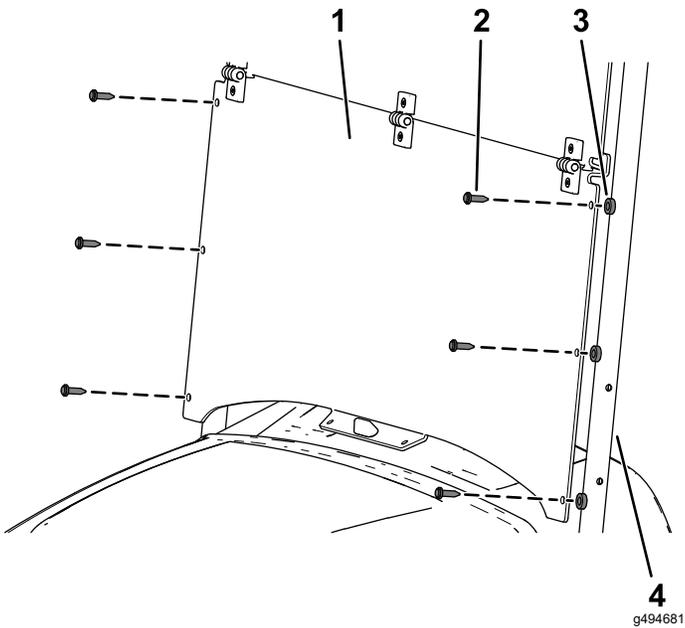

图 8
- 将风挡下部的孔与顶篷支撑管中的孔对齐图 8。
- 用 6 个塑料隔片和 6 个长塑料铆钉将风挡两侧固定至顶篷支撑管图 8。